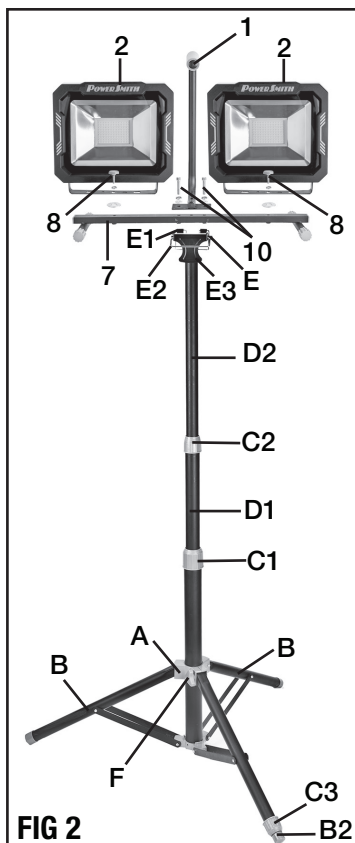

FIG 2
RÉGLAGE DU TRIPODE (FIG. 2)
FIXATION DE LA POIGNÉE DE TRANSPORT AU PIED (FIG. 2)
1. Placer la poignée de transport (1) à la verticale sur le pied (7).
2. Utilisez deux vis à tête hexagonale (10), des rondelles plates et des rondelles grower pour fixer la poignée sur le pied comme montré à la FIG. 2.
FIXATION DES TÊTES DE LA LAMPE DE TRAVAIL AU PIED (FIG. 2, 3)
1. Placer le pied (7) sur une surface plane.
2. Se servir des boutons de verrouillage (8), de rondelles plates et à ressort pour fixer les deux têtes de la lampe de travail aux côtés du pied comme montré à la FIG. 2.
FIXATION DE LA LAMPE DE TRAVAIL AU TRIPODE (FIG. 2, 4)